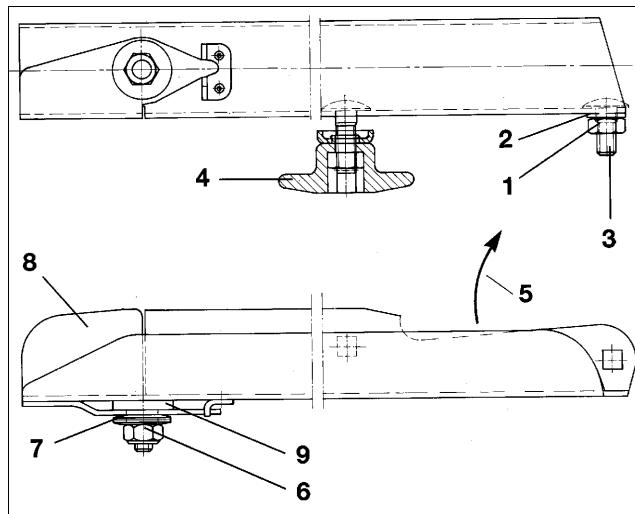

Рис. 48
- Открутите самостопорящуюся гайку (Рис. 48/1).
- Снимите подкладную шайбу (Рис. 48/2) и винт с полукруглой низкой головкой (Рис. 48/3).
- Отвинтите барабанную гайку (Рис. 48/4) и замените распределяющую лопасть.
- Самостопорящуюся гайку (Рис. 48/1) затяните так, чтобы распределяющая лопасть могла перемещаться рукой.
**Следите за правильным монтажом распределяющих лопастей. Открытая сторона U-образной распределяющей лопасти должна быть обращена в направлении вращения (Рис. 48/5).**
- Отвинтите самостопорящуюся гайку (Рис. 48/6) и снимите все тарельчатые пружины (Рис. 48/7).
- Замените поворотную пластину (Рис. 48/8).
- Затяните самостопорящуюся гайку (Рис. 48/6) с крутящим моментом 6 - 7 Нм, так чтобы поворотная пластина могла проворачиваться рукой, но при эксплуатации не смешалась вверх самостоятельно.
Обращайте внимание на пластиковую шайбу (Рис. 48/9) между распределяющей лопастью и поворотной пластиной.